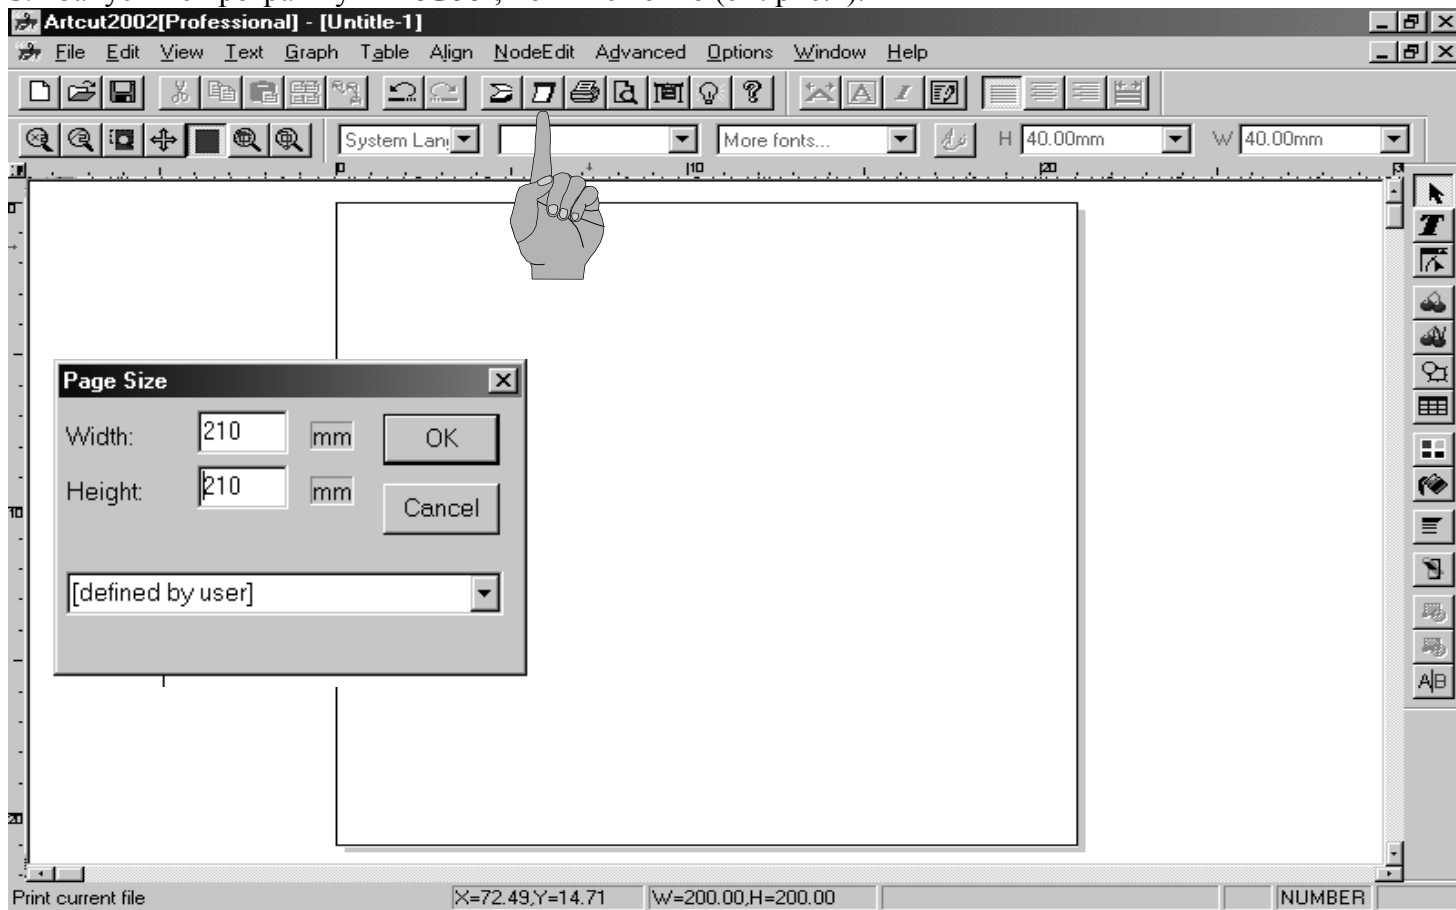

Рис.1
3. Запустите программу «ArtCut», появится окно (см. рис.1).
4. Импортировать в новый документ Ваш *.plt или *.eps файл (см. рис.2). Изображение должно находиться на рабочем поле, размер рабочего поля задаётся в окне “Page Size”нажатием клавиши “Canva Size” (см. рис.1).